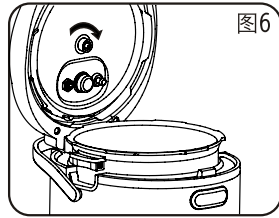

图6
- 8、禁止放在儿童手能触及的地方使用，否则会引起烫伤或触电。（如图6）
2) 内盖是否正确装入上盖中，测温杆螺母是否锁紧内盖；（图6）